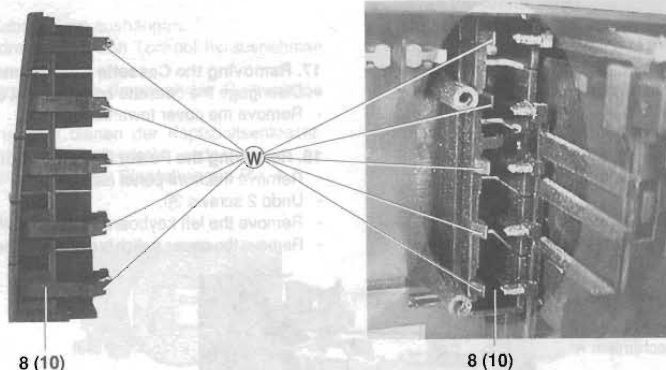

Fig. 25
**22. Tastenleisten 8 oder 10 ausbauen (Fig. 25)**
- Rastnasen (W) ausrasten.
**22. Disassembling the Key Strip 8 or 10 (Fig. 25)**
- Disengage the locking lugs (W).